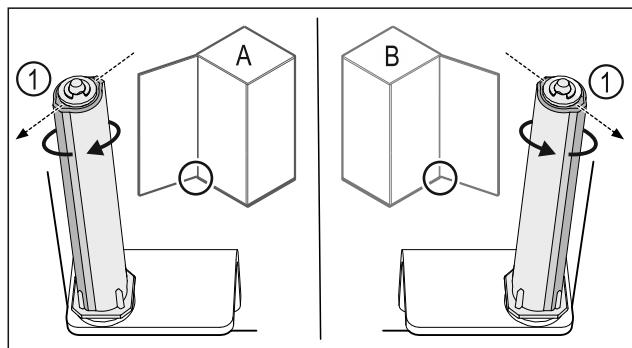

Fig. 44 Okretanje nalijevo (A) / okretanje nadesno (B)
- Okrećite sustav zatvaranja do kraja dok lamela sustava zatvaranja Fig. 44 (1) ne bude usmjerena prema van.